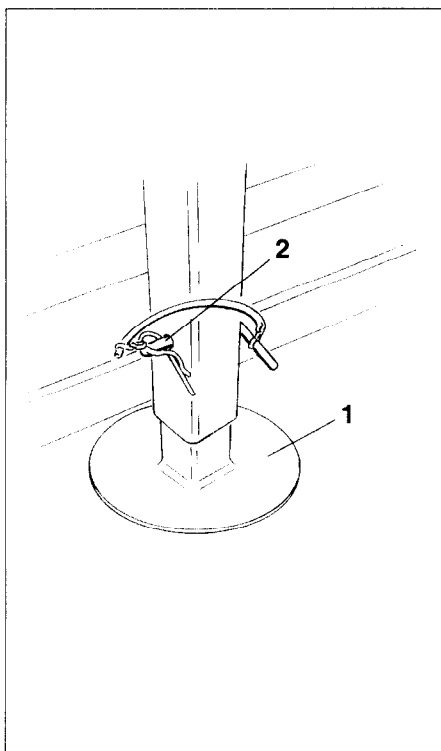
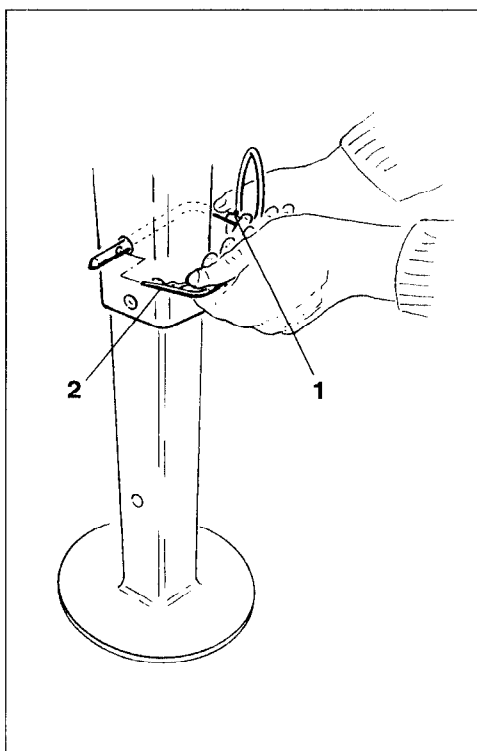

Fig. 20.5
Fig. 20.6
- Tenez fermement la béquille (fig. 20.5/1), enlevez l'axe verrouillé par une goupille (fig. 20.5/2) puis abaissez la béquille comme indiqué à la figure 20.6 .
- Introduisez l'axe (fig. 20.6/1) dans la béquille et verrouillez à l'aide de la goupille Beta (fig. 20.6/2).
- Fixez la béquille (fig. 20.2/1), comme montré à la figure 20.5 , en utilisant un axe et une goupille.
- Fixez et verrouillez la béquille (voir figure 20.5) en position haute.